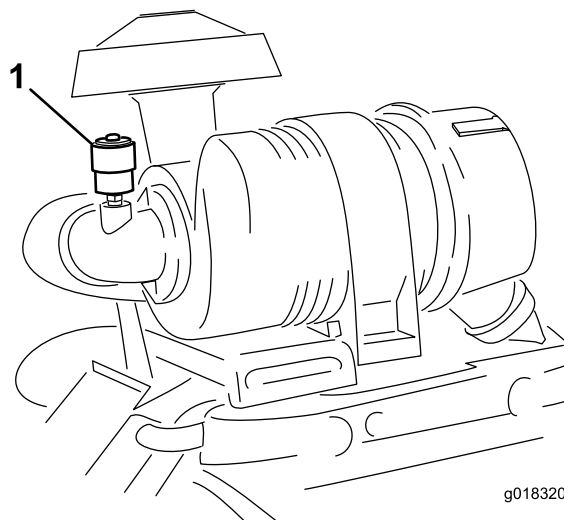

図 43
注 エアクリーナの整備はインジケータ 図 43 が赤色になってから行ってください。早めに整備を行っても意味がありません。むしろフィルタを外したときにエンジン内部に異物を入れてしまう危険が大きくなります。
6. インジケータ 図 43が赤になっている場合はリセットする。